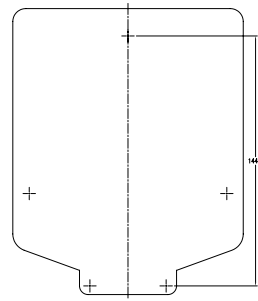

Figura 1: Utilice la plantilla de montaje (incluida)
- Utilice la plantilla de montaje (incluida) para marcar la posición de los tornillos de montaje en la pared. Consulte la figura 1.